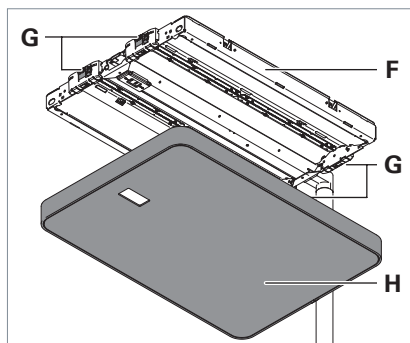

Fig. 23: Smontaggio dello schermo.
- Premere tutti e quattro i ganci **G**, finché lo schermo **H** non si stacca e togliere lo schermo verso il basso dal telaio dell'apparecchio **F**, vedi Fig. 23.